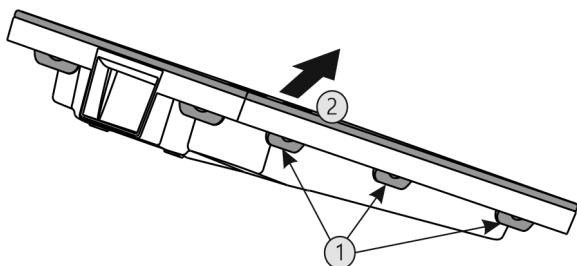

Fig. 53
- ▶ Последовательно нажать на все накладки Fig. 53 (1) и снять крышку Fig. 53 (2).